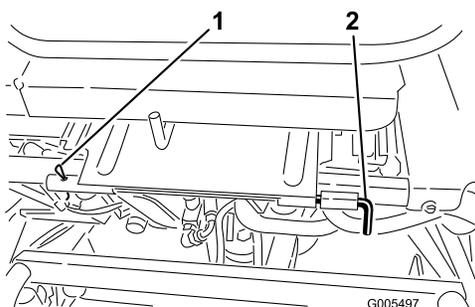

Рисунок 27
3. Опустите сиденье и снимите цилиндрический штифт, который крепит поворотный рычаг сиденья к раме (**Рисунок 27**).